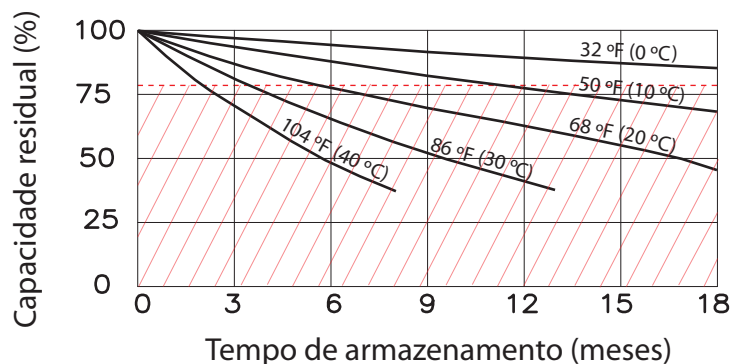

Fig. 4-2, Capacidade vs. tempo de armazenamento para AlphaCell GXL
- O autodescarregamento ocorre em todas as baterias de ácido de chumbo durante o armazenamento com circuito aberto. Isso faz com que a tensão e a capacidade do circuito diminuam (veja a Fig.4-2), especialmente por longos períodos em altas temperaturas. O armazenamento das baterias na área sombreada da Fig. 4-2 não é recomendado.
- É importante acompanhar a tensão do circuito aberto, que é relacionada à densidade do eletrólito. Se a tensão do circuito aberto for inferior a 12,6V ou se as baterias tiverem sido armazenadas além dos limites mostrados na Fig. 4-2, as baterias deverão ser carregadas para evitar danos causados pelo autodescarga.